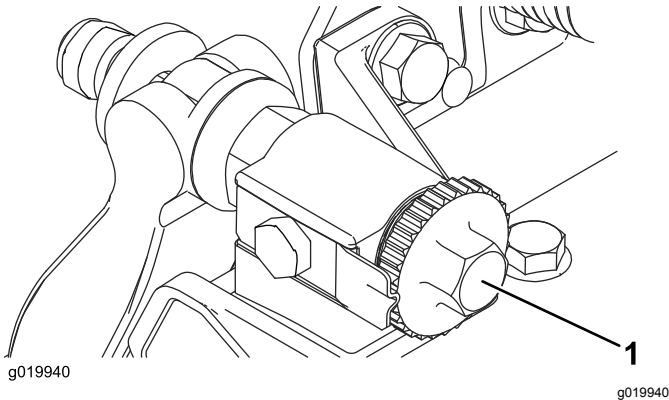

Figura 9
2. Girate in senso antiorario le viti di regolazione della barra di appoggio per accertarvi che la barra di appoggio non tocchi il cilindro (**Figura 9**).